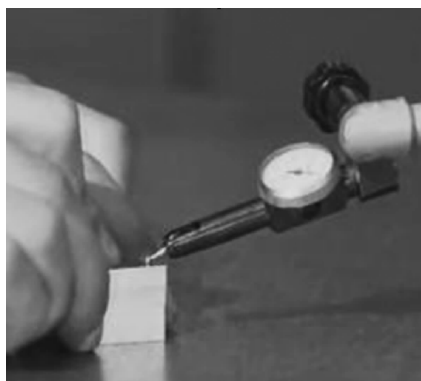
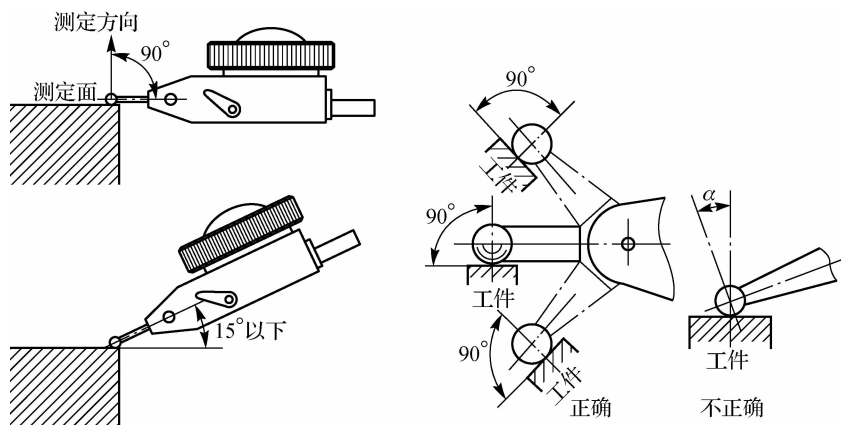

图 1-24 杠杆百分表的使用
图 1-25 杠杆百分表的使用(测量夹角)
(1) 测量时,不准用工件撞击测头,以免影响测量精度或撞坏百分表。为保持一定的起始测量力,测头与工件接触时,测量杆应有 $0.3 \sim 0.5 \text{ mm}$ 的压缩量。
(2) 杠杆百分表的测量杆轴线与被测工件表面的夹角 α 越小,测量结果的误差就越小。若由于测量需要 α 角无法调小(当 $\alpha > 15^\circ$ 时),则应对其测量结果进行修正。杠杆百分表的使用如图 1-24、图 1-25 所示。